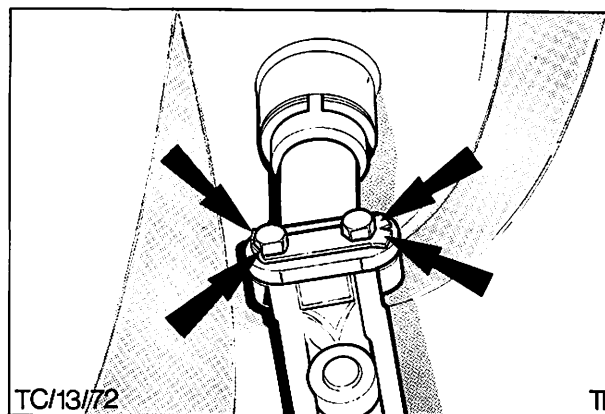

Abb. 79 Verbindungsgelenk an Lenkspindel montieren (alle vier Ecken des Sicherungsbleches umbiegen)
6. **Alle vier** Ecken des Sicherungsblechs umbiegen, Abb. 79.